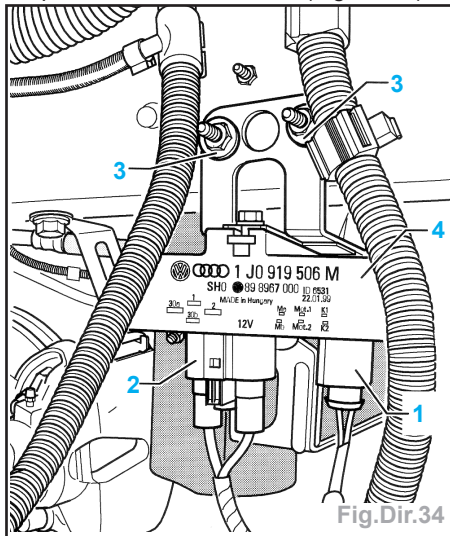

Fig.Dir.34
- Débrancher les fiches (1 et 2) de l'appareil de commande pour ventilateur de liquide de refroidissement (Fig.Dir.34).